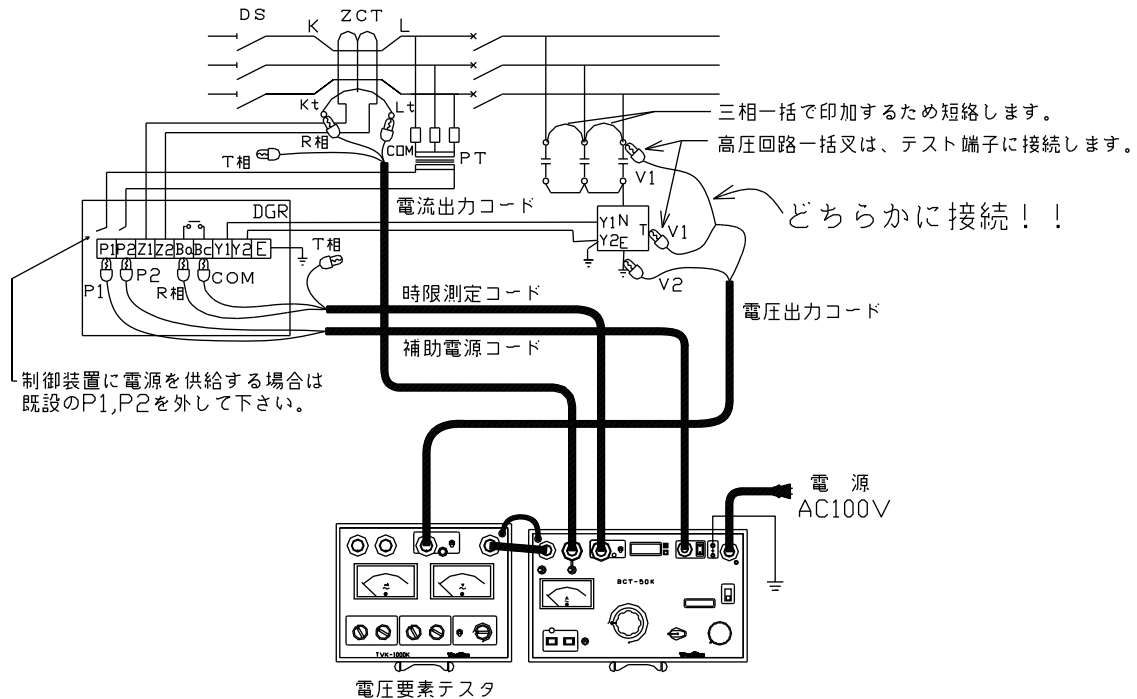

図16：試験回路図一電気室の単体試験(停電状態)
6. 以上のような点を注意し、試験回路を構成します。(図16,17)